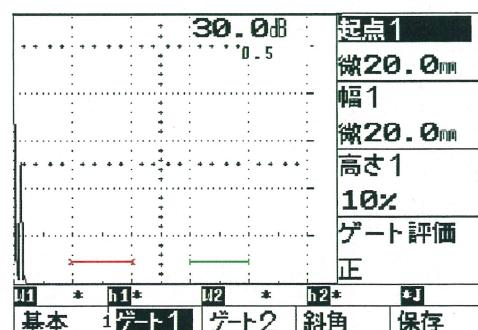

図 2 ゲートの調整
- ②図2に示す、起点1表示横のキーを押し、起点1を白抜きに反転させる。もう一度キーを押すと数値の前に“微”の文字が表示され、右ダイヤルを回して数値を細かく変化させることができる。
- ③ゲート高さや幅を変えるには、表示されている箇所のキーを押し、文字が白抜きに反転しているのを確かめてから、右ダイヤルを回して変更する。